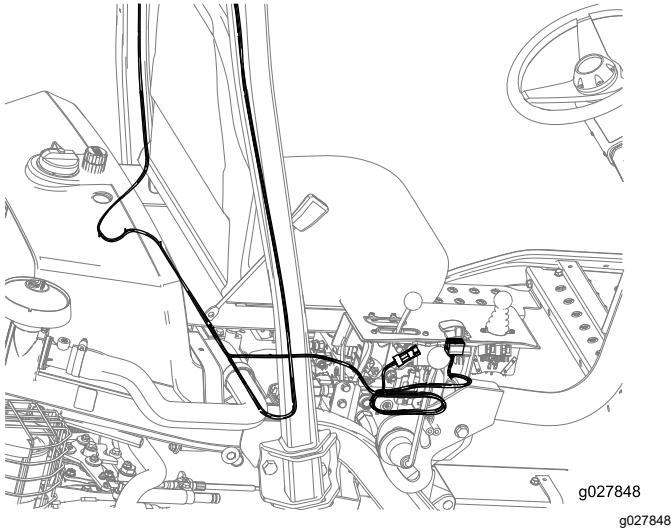

**Figure 4**
1. Acheminez le faisceau le long du système ROPS et sous le siège, comme montré à la Figure 3, Figure 4 ou Figure 5.